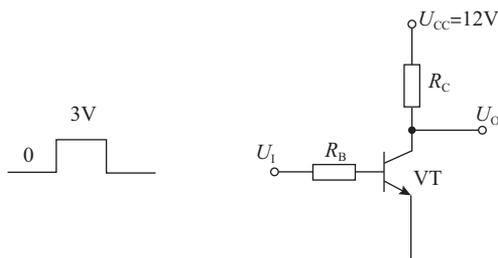

图 1-17 晶体管开关电路
**【例 1-1】** 晶体管开关电路如图 1-17 所示，输入信号为幅值  $U_1 = 3V$  的方波，若  $R_B = 100k\Omega$ ,  $R_C = 5.1k\Omega$ ，验证晶体管是否工作在开关状态？